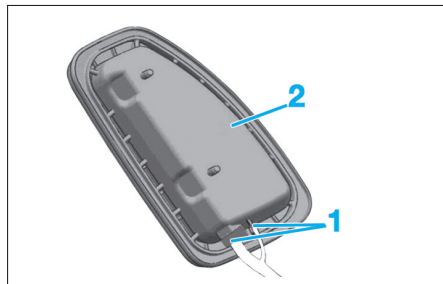

Fig. 15
- Débrancher les connecteurs (1) du coussin gonflable latéral (2) (Fig.15).